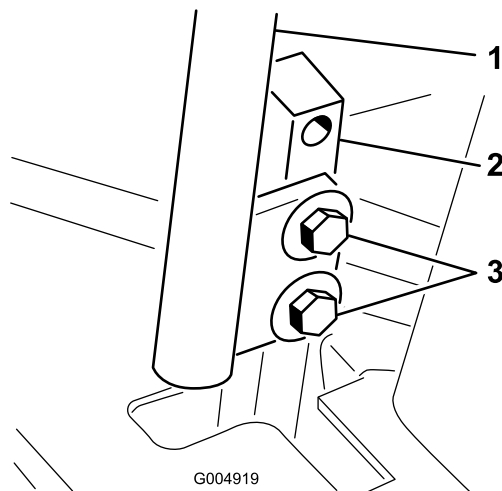

Рисунок 58
3. Ослабьте болты крепления рычагов управления (Рисунок 58).